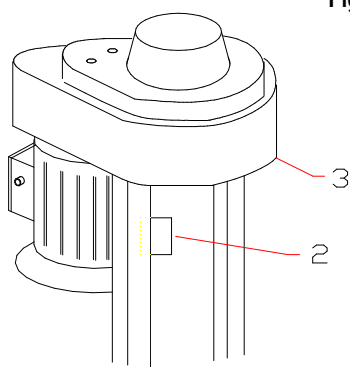

Fig.10
- Om er voor te zorgen dat de heftafel in de bovenste positie stopt is een eindschakelaar gemonteerd (2) en een stalen plaat aan de bovenzijde van de kolom (Fig.10).